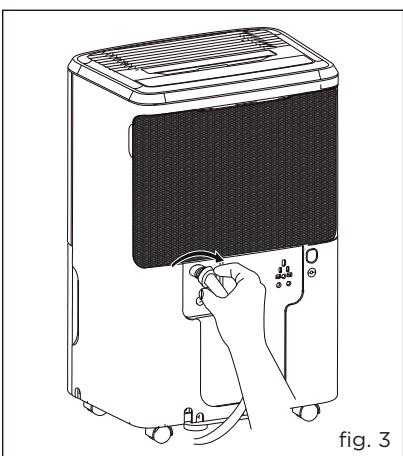

fig. 3
- d. Atornille la manguera de jardín en la pata roscada del conector de drenaje. (fig.3)